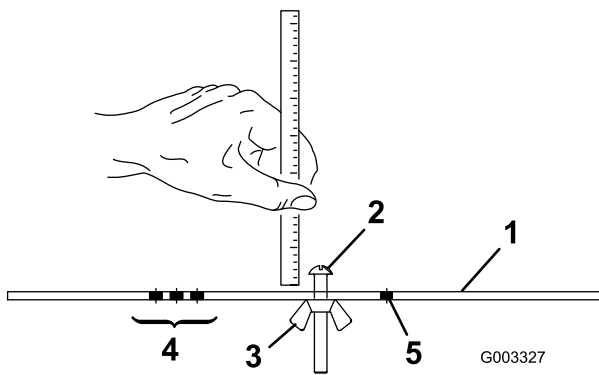

图16
2. 松开调刀尺上的螺母 图16 并将调节螺丝设定为所需的剪草高度。